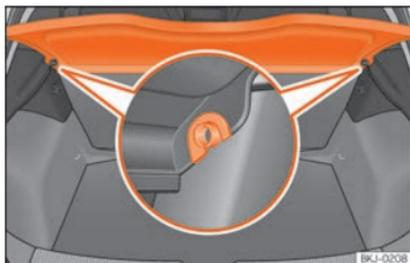

Fig. 117 Na bagageira: desmontar e montar a chapeleira.
- Desencaixe a chapeleira dos suportes laterais »» **Fig. 117** puxando-a para cima e retire-a.
- Introduza a chapeleira horizontalmente fazendo coincidir a «fechadura» sobre o eixo dos suportes »» **Fig. 117**, e pressione para baixo até que encaixe.